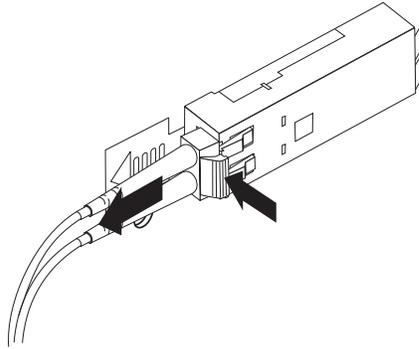

図 31. LC-LC ファイバー・チャネル・ケーブルの取り外し
2. 図 31 に示されているように、ケーブル・レバーを押し下げると、コネクタを慎重に引っ張って、SFP モジュールからケーブルを取り外します。